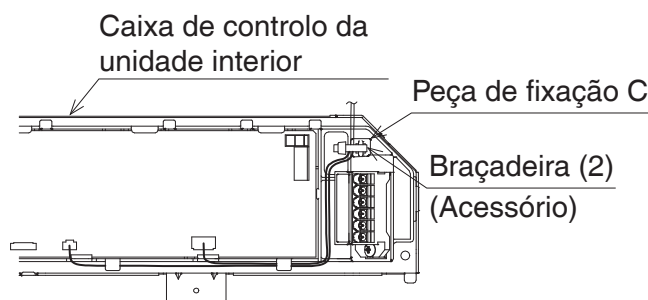

Figura 20
5. Fixe as cablagens (3) e o fio de sinal (cinzento) na peça de fixação C no interior da caixa de controlo da unidade interior utilizando braçadeiras (2). (Ver **Figura 20**).